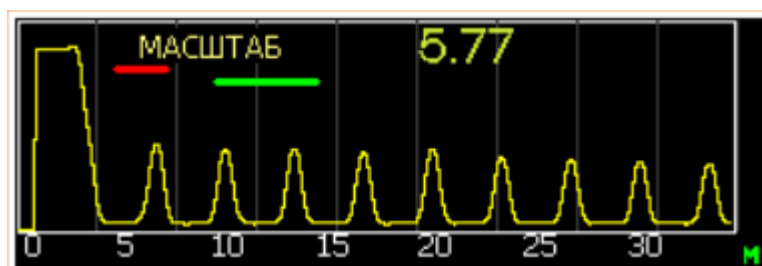

Рисунок 3.2 – Режим изменения масштаба на А-скане
3.2.5.1 Для начала настройки нажать на кнопку . На экране появится надпись «МАСШТАБ» (Рисунок 3.2).